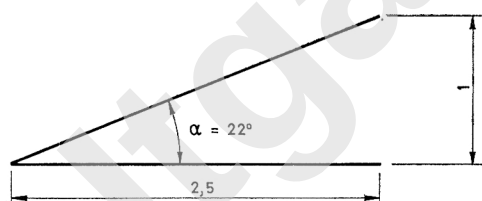

Fig. 03.2
- 2 Skifer med 70 mm enkelt omlegg kan brukes på steder med moderate værforhold for takhellinger ned til 1:2,5 (ca. 22°), fig. 03.2